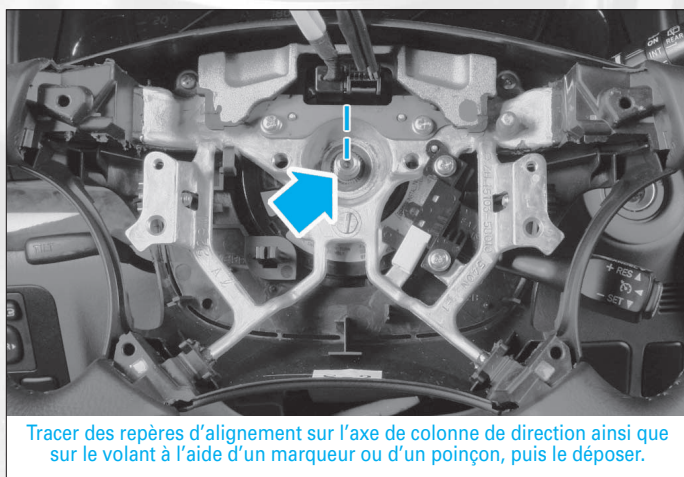

FIG.31
- Retirer l'écrou de fixation du volant de direction et débrancher le connecteur (Fig.31).